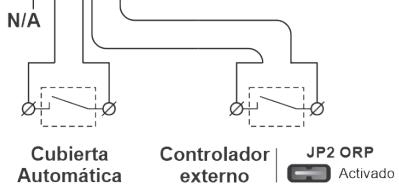

Fig. 11
- Sistema de AUTOLIMPIEZA DE ELECTRODOS: la frecuencia de inversión se puede seleccionar mediante el jumper “JP1” situado en la placa del control del sistema (Fig. 11). Esta configuración se hará efectiva cuando el equipo se desconecte y se vuelva a conectar.